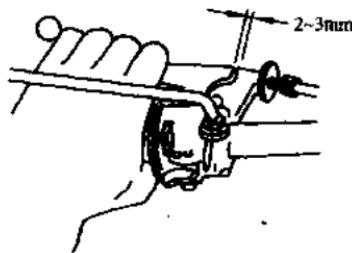

图 1-2 检查离合器握把自由行程
(5) 检查离合器握把自由行程量, 如图 1-2 所示。该处自由行程量一般为 2~3mm。检查时, 可启动发动机, 支起中间支架使后轮悬空, 然后挂档使后轮旋转, 若握紧离合器握把后, 后轮逐渐停了下来, 或将尚在旋转的后轮制动后, 抬起制动踏板后轮不再旋转,